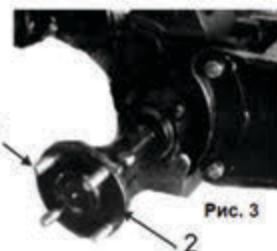

Рис. 3
- Вкрутите в отверстие барабана приводной оси крепящие колесо 4 шпильки с двусторонней резьбой (1)(См. Рис.3).
- Колеса устанавливаются на шпильки барабана (2)(См. Рис.3) и фиксируются гайками.